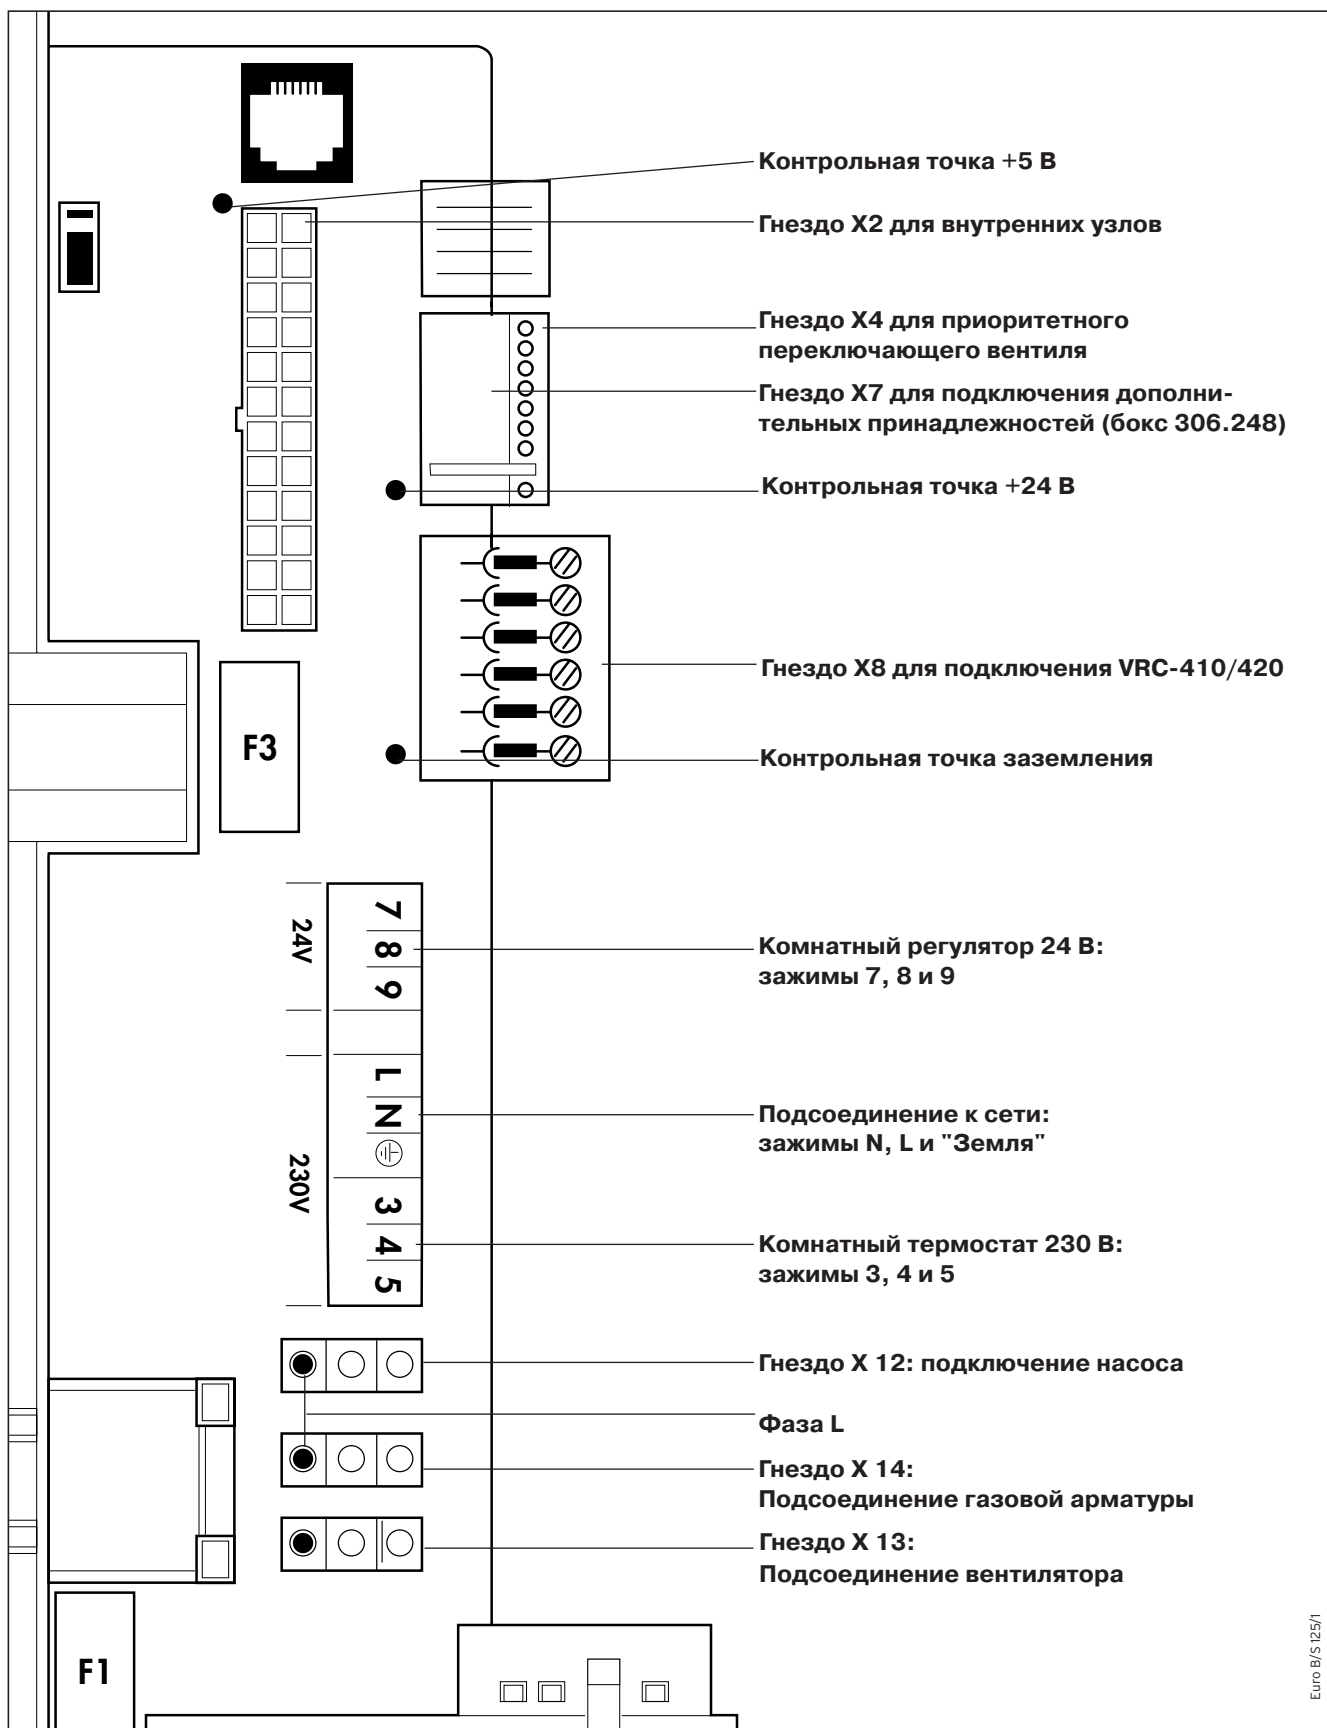

Рис. 3.16 Схема электрических соединений
- Присоедините жилы сетевого кабеля N, L и "Земля" к соответствующим зажимам платы (см. рис. 3.16).
- При необходимости подключите подобным же образом показанные на рис. 3.16, дополнительные принадлежности.